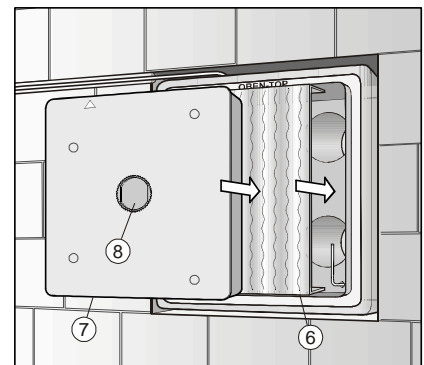

Abb. 4
Așezați mai întâi cartonul (6), după care capacul de protecție a tencuielii (7) până la marginea capacului și introduceți capacul roșu (8) conform fig 4.